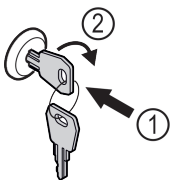

Fig. 57
- ▶ Introduceți cheia prin apăsare Fig. 57 (1).
- ▶ Rotiți cheia cu 90° în sensul acelor de ceasornic Fig. 57 (2).